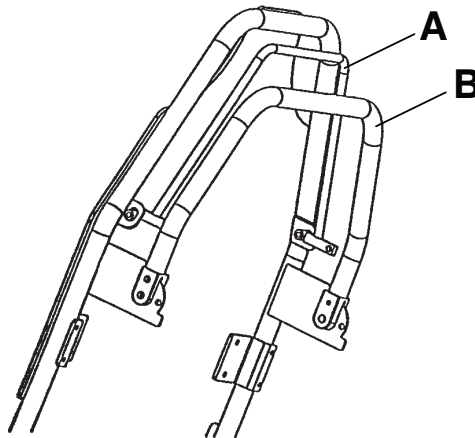

Figura 4 – Secção da cabeceira de Fowler
Para elevar ou baixar a cabeceira de Fowler, pressione a pega vermelha (A) em direção à estrutura da cabeceira de Fowler, não em direção à barra de empurrar (B). Empurre a cabeceira de Fowler para baixo até à posição desejada (entre 0° e 90°) (Figura 4).